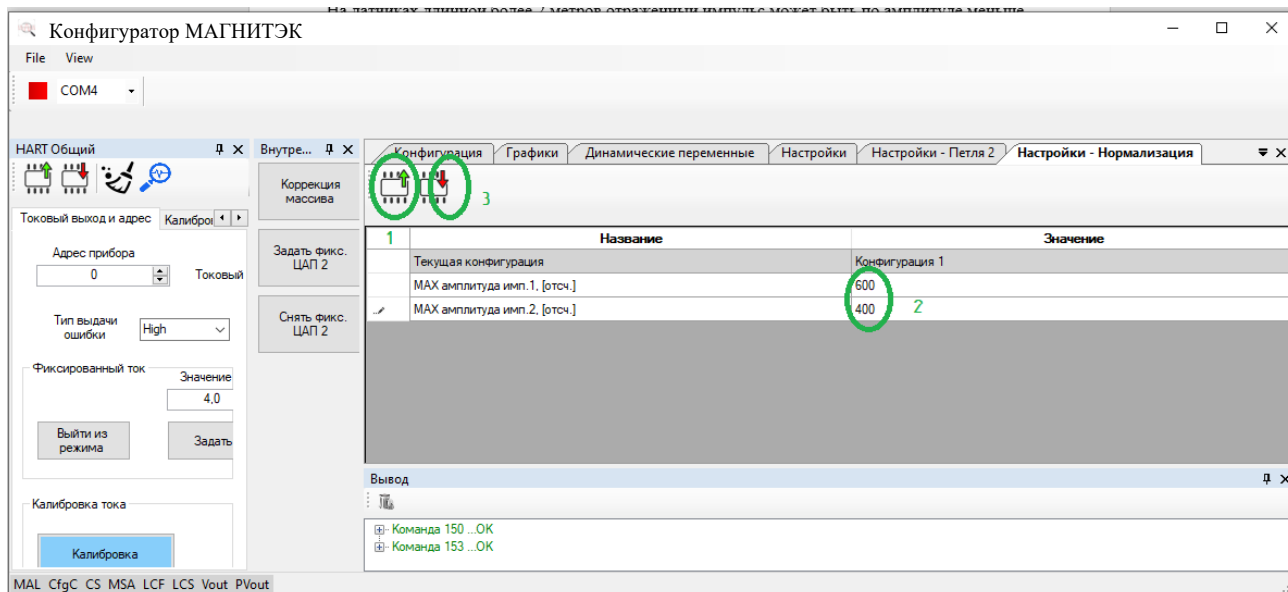

Рисунок 24 - Нормирование сигнала
- 1.7.4.4 Сохранить параметры (рисунок 24).